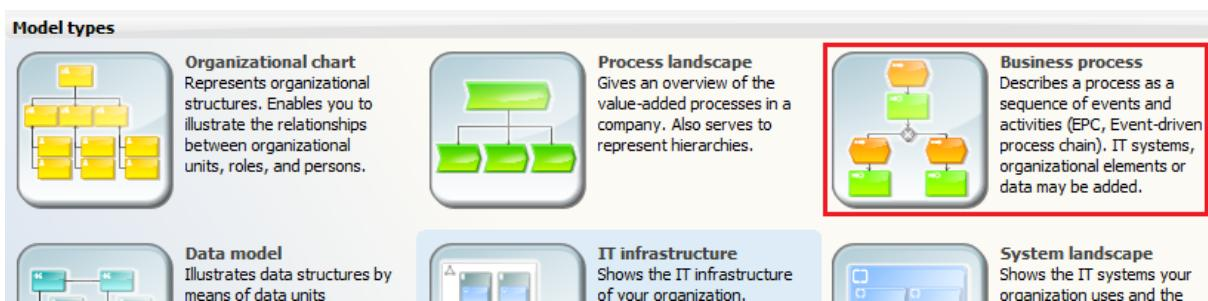

Рисунок 2.9
1. Вернуться в главное окно и создать модель бизнес-процесса, выбрав вид модели «Business process» (рисунок 2.9).